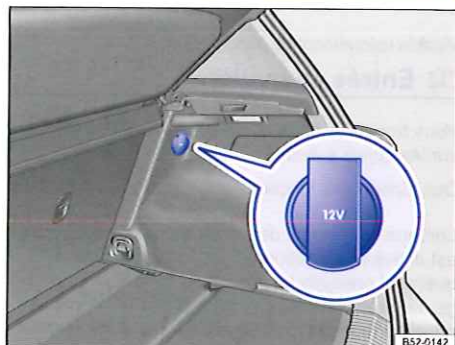

Fig. 135 Dans le coffre à bagages : prise de courant 12 volts.
- Dans le coffre à bagages $\Rightarrow$ fig. 135